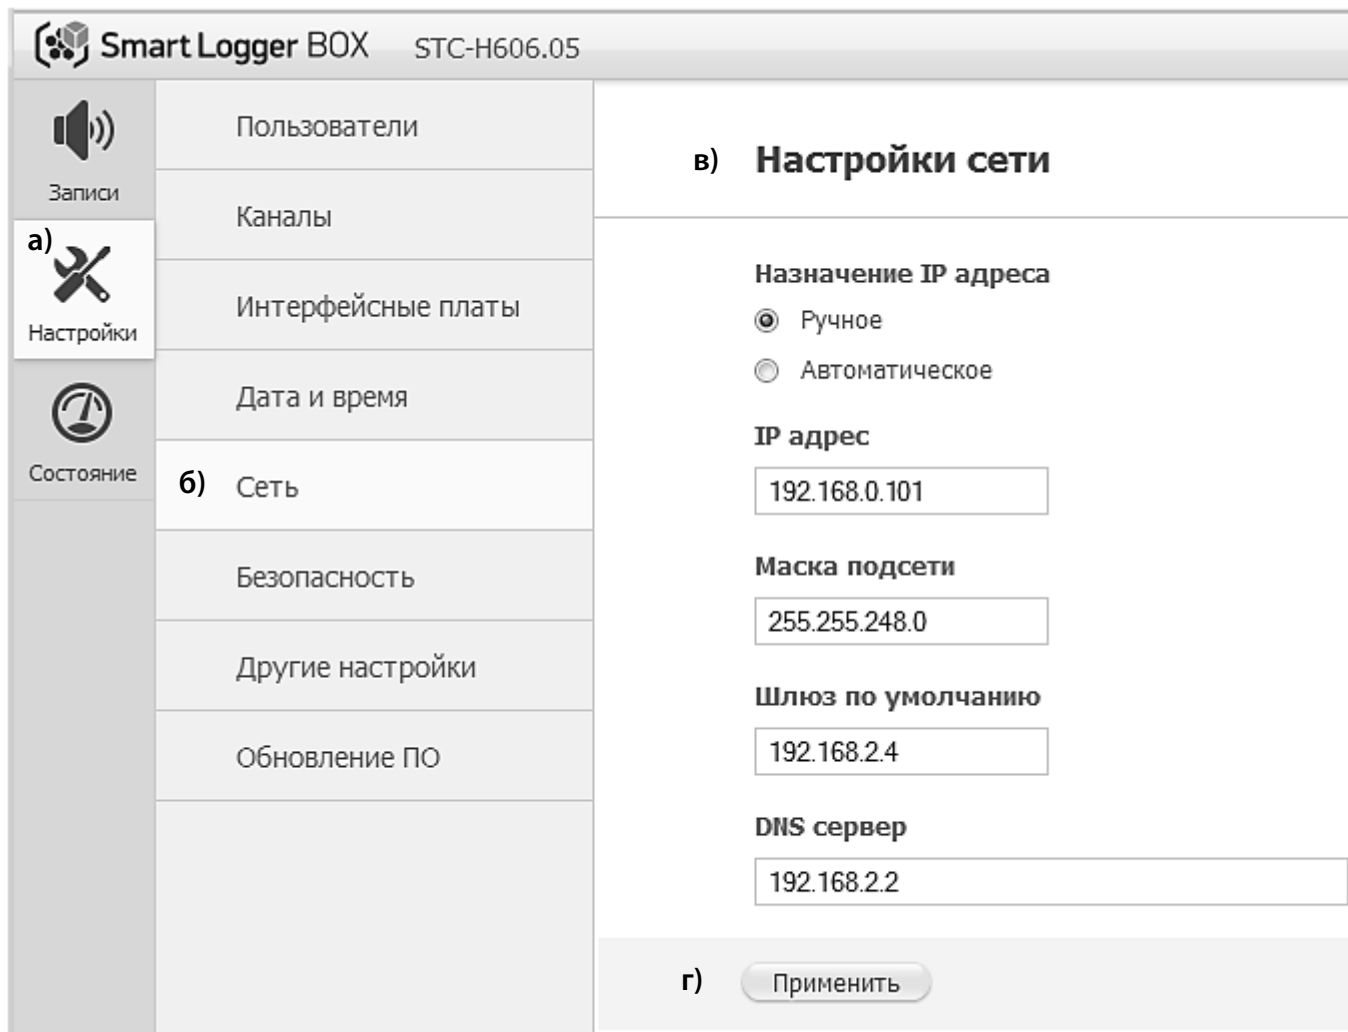

Рисунок 1 – Изменение сетевых настроек
6. В главном окне программы управления (рисунок 1):